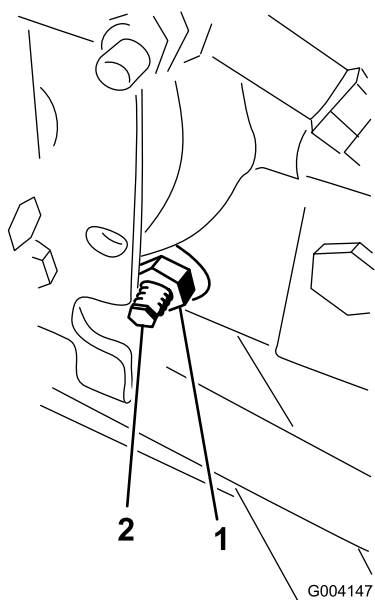

Figura 82
3. No lado direito do hidrostato, solte a porca de bloqueio no excêntrico de ajuste da tração (Figura 82).